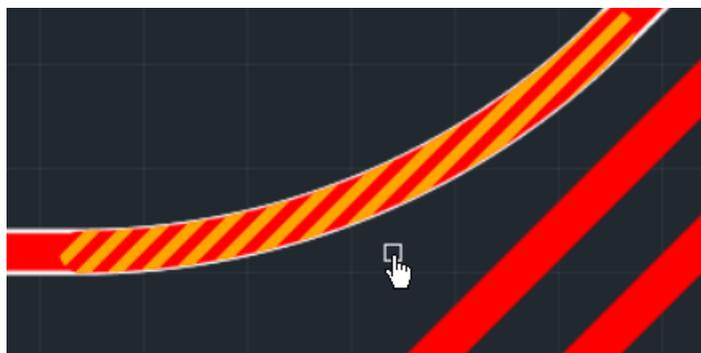

Рис. 12 Выбор точки редактирования
1. Выберите точку и нажмите левую кнопку мыши, Рис. 12.